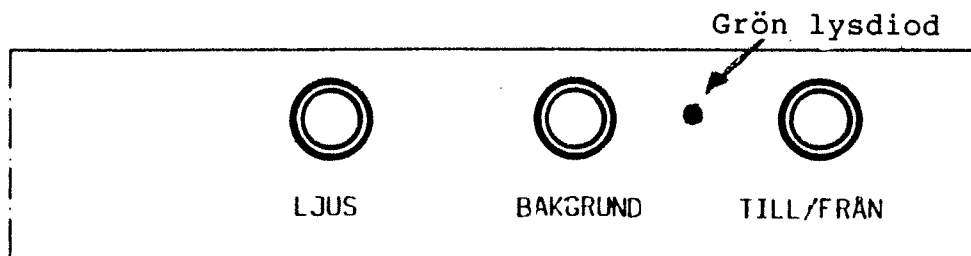

Bild 3. Terminalens framsida
- 3.1.3 Justera bilden med reglagen ● och ☉ bredvid tillslagsknappen så att behaglig ljusstyrka uppnås. Låt terminalen bli varm innan ljusstyrkan justeras. Reglagen är markerade med B och C. Av SETUP-bilden framgår att terminalen är utrustad med emulator EX M57. Kontrollera att emulatorns beteckning är densamma som är markerad på textremsan överst på tangentbordet (textremsa F3515-000007). Terminalens framsida visas på bild 3.